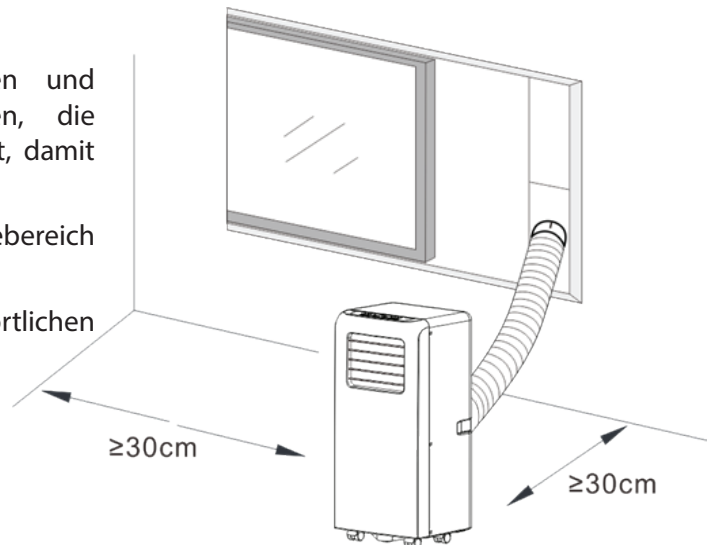

Fig.3
- Die Klimaanlage muss auf einer ebenen und widerstandsfähigen Fläche installiert werden, die mindestens 30 cm um das Gerät herum leer ist, damit nichts den Luftauslass blockiert. (Siehe Abb. 3)